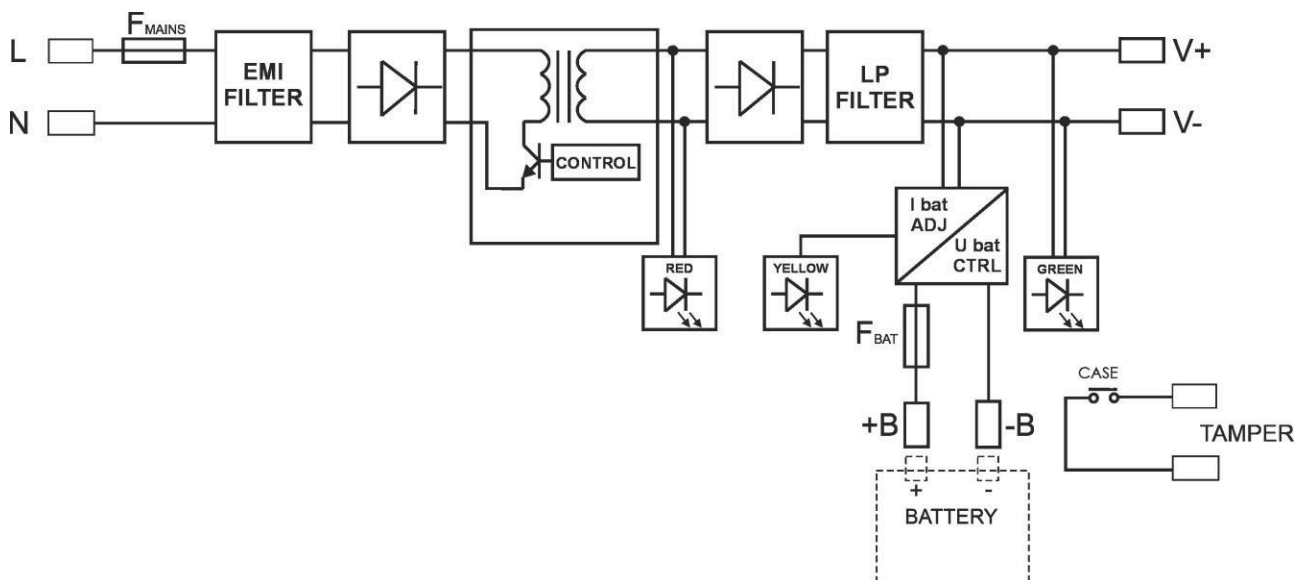

Fig. 1. Schéma fonctionnel de l'alimentation.
1.2. Schéma fonctionnel (Fig. 1).